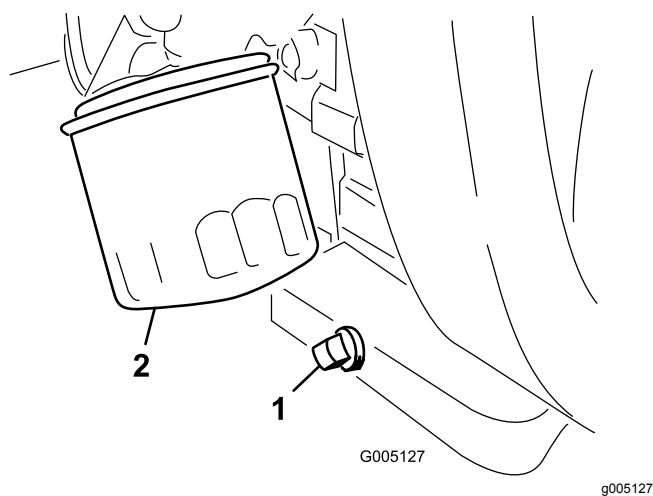

Figure 47
1. Retirez le bouchon de vidange (Figure 47) et laissez couler l'huile dans un bac de vidange. Remettez le bouchon quand la vidange est terminée.
2. Déposez le filtre à huile (Figure 47). Appliquez une fine couche d'huile sur le joint du filtre de rechange.